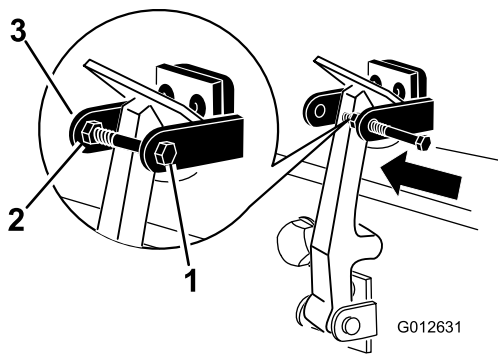

Figura 8
7. Enrosque el perno en el otro brazo del seguro de cierre del capó para fijar la posición del cierre (Figura 8). Apriete firmemente los pernos, pero no apriete la tuerca.